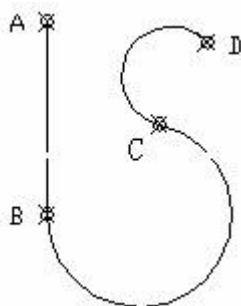

图 3-10? 用“继续”方式绘制圆弧
**试一试：**先绘制直线 AB，然后用“继续”方式绘制 BCD 弧，结果如图 3-10 所示。